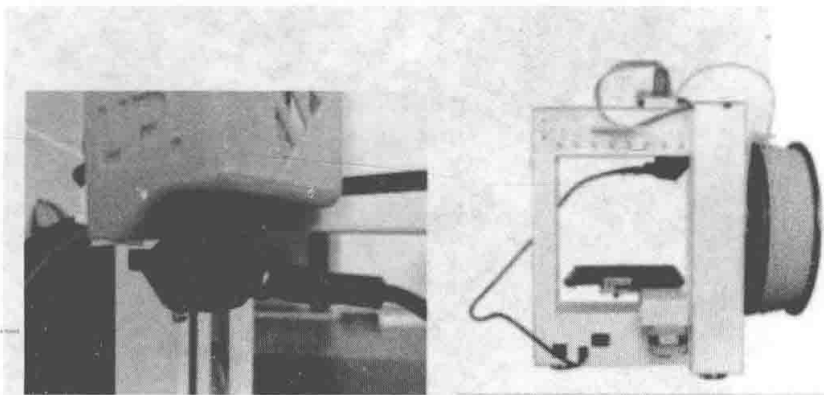

图 4-23 水平校准器自动检测
①利用“水平校准器”进行自动检测。检查喷嘴和打印平台四个角的距离是否一致，借助配件附带的“水平校准器”来进行平台的水平校准，校准前，将水平校准器吸附至喷头下侧，如图 4-23 所示。